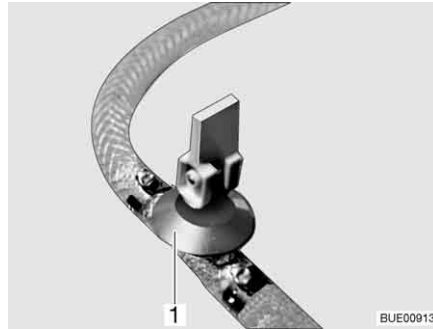
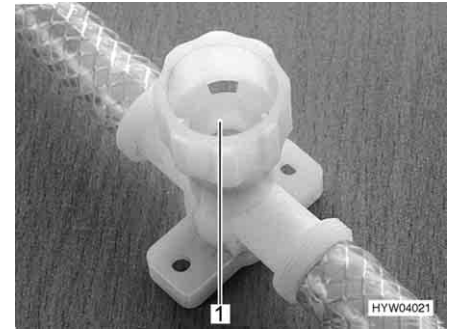

Fig. 210 Llave de desagüe (con balancín)
Fig. 211 Llave de desagüe (con tapa giratoria)
- Abrir todas las llaves de desagüe. Para esto, poner el balancín de la llave de desagüe (Fig. 210,1) en posición vertical o girar la tapa de la llave de desagüe (Fig. 211,1) en sentido contrario a las agujas del reloj.